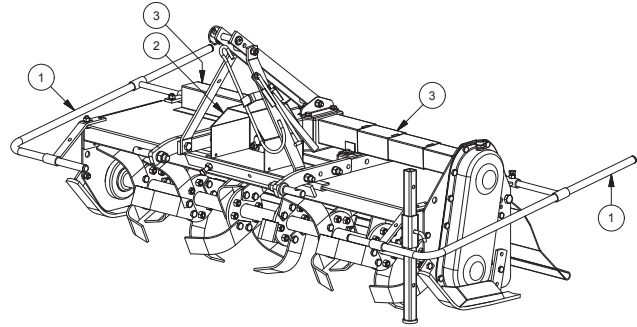

FIG. 12
- Protección de la toma de fuerza lado tractor (2, "Fig. 12").
- Tubos de protección para evitar el acceso a la zona de utensilios (1, "Fig. 12").
- Protección de el eje de transmisión (3, "Fig. 12").